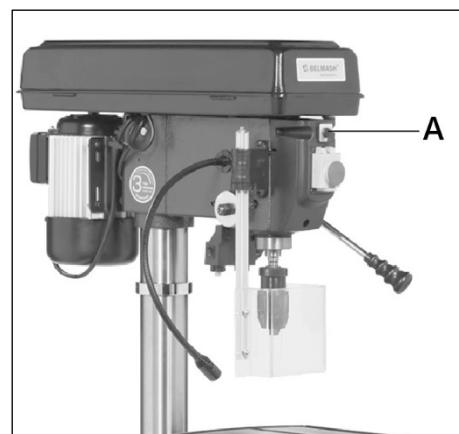

Рисунок 19.
Сначала отключите станок и установите соответствующий режущий инструмент. Затем установите переключатель (А) (рис. 19) в нужное положение. Всего положений три: (L) – вращение против часовой стрелки, (R) – вращение, (0) – положение отключения магнитного пускателя. Затем включите станок.